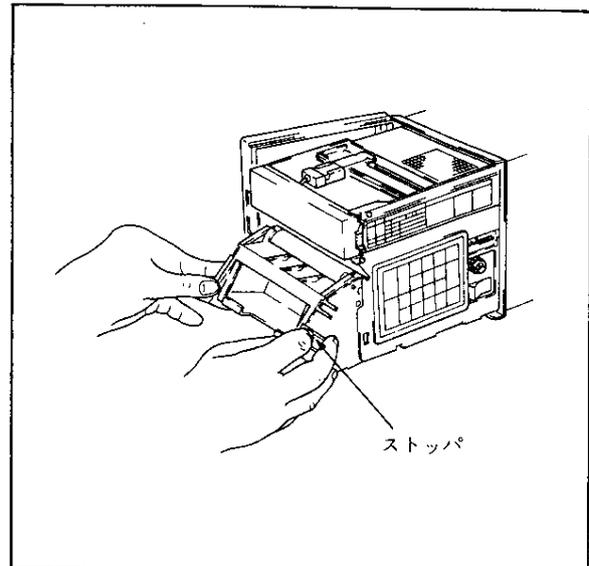

図 5.16
- (3) 記録紙収納ユニットのストッパを押しながら、ユニット全体を軽く持ち上げるように手前に引き、ユニットを分離します（図5.16）。